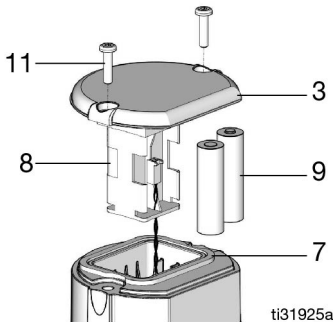

图 10
1. 取下两个螺丝 (11) 和盖板 (3) (图 10)。
2. 将电池座 (8) 从 TLM 拉出，拉出距离达到足够安装电池的位置即可 (图 10)。